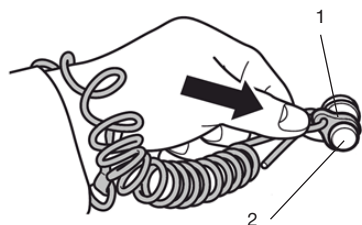

Рис. 16 Установка чеки безопасности
6. Подсоедините шнур чеки безопасности к специальному крепежу на одежде (спасательном жилете), либо к руке или ноге. Подсоедините чеку безопасности к выключателю (Рис. 16).